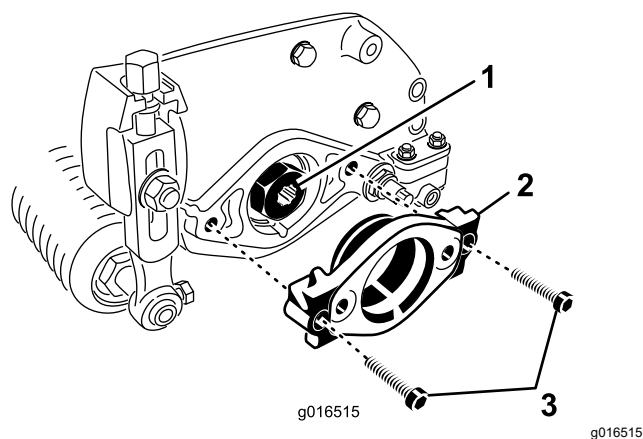

Figura 7
2. Retire los 2 pernos allen que sujetan el soporte del motor al extremo izquierdo de la unidad de corte. Retire el soporte del motor (Figura 7).
3. Aplique grasa al diámetro interno del acoplamiento de tracción (Figura 7).
4. En el extremo izquierdo de la unidad de corte, aplique una capa fina de aceite a la junta tórica e instale el soporte del motor con los 2 pernos allen retirados anteriormente (Figura 7). Apriete los pernos a entre 16 y 20 N·m.